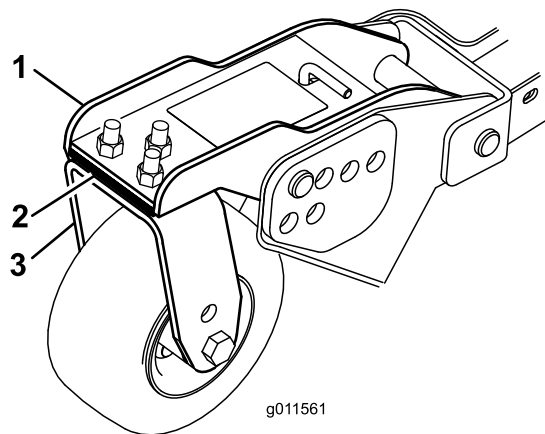

Bild 35
3. Stellen Sie die Beilagscheiben (3 mm) an den vorderen Laufradgabeln auf die entsprechende Schnitthöhe auf dem Aufkleber ein (Bild 35).
- Wenn die innere Schnittkante des Seitenmäherwerks im Verhältnis zur äußeren Kante des Frontmäherwerks zu hoch ist, entfernen Sie eine Beilagscheibe von der Unterseite des vorderen inneren Laufradarms am Seitenmäherwerk (Bild 35).